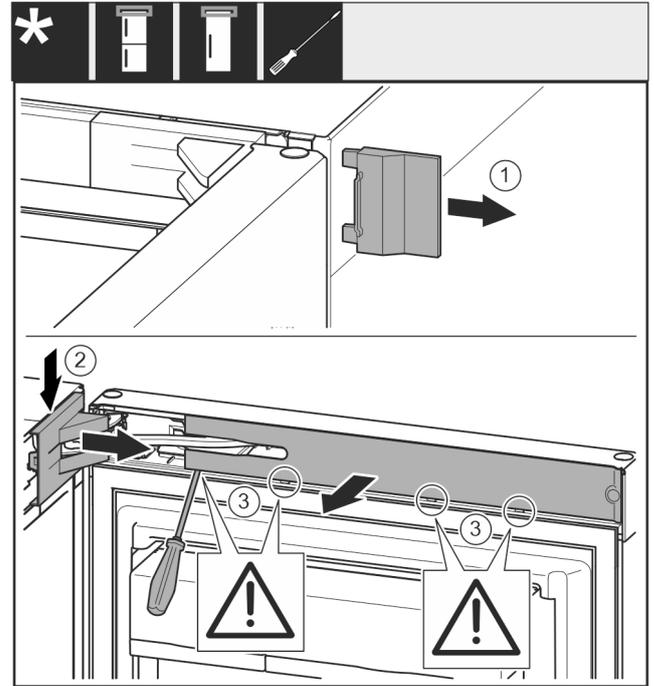

Fig. 8
- Снимите крышку Fig. 8 (1).
- При помощи отвертки отцепите крышку опорного кронштейна Fig. 8 (2) и отсоедините ее.
- Снимите крышку опорного кронштейна Fig. 8 (2).
- При помощи шлицевой отвертки отцепите накладку Fig. 8 (3) и отведите ее в сторону.